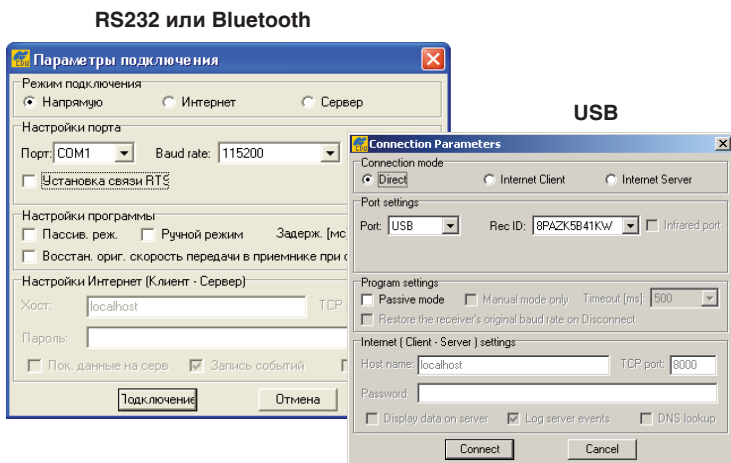

Рис. 3-30. Параметры соединения
4. В появившемся диалоговом окне *Параметры подключения*, выберите указанные ниже параметры (Табл. 3-2) и нажмите **Подключение** (Рис. 3-30).